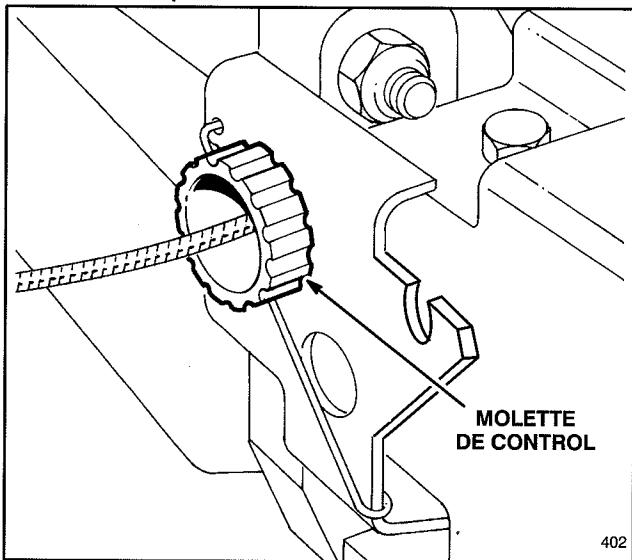

Figure 17
**1. Réglage (Fig. 17)**—Tournez la molette de contrôle d'un demi-tour dans le sens des aiguilles d'une montre si la tondeuse ne se propulse pas. Si la tondeuse rampe vers l'avant, tournez la molette d'un demi-tour dans le sens contraire des aiguilles d'une montre pour desserrer la courroie.